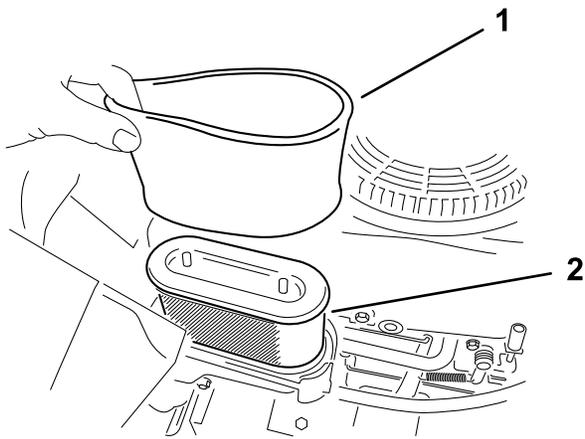

Figura 37
5. Cuidadosamente, retire os elementos de espuma e de papel da caixa do filtro de ar (Figura 37).
- Nota:** Se estiver muito sujo, substitua o elemento de papel (Figura 37).
1. Coloque o filtro de esponja no filtro de papel (Figura 37).